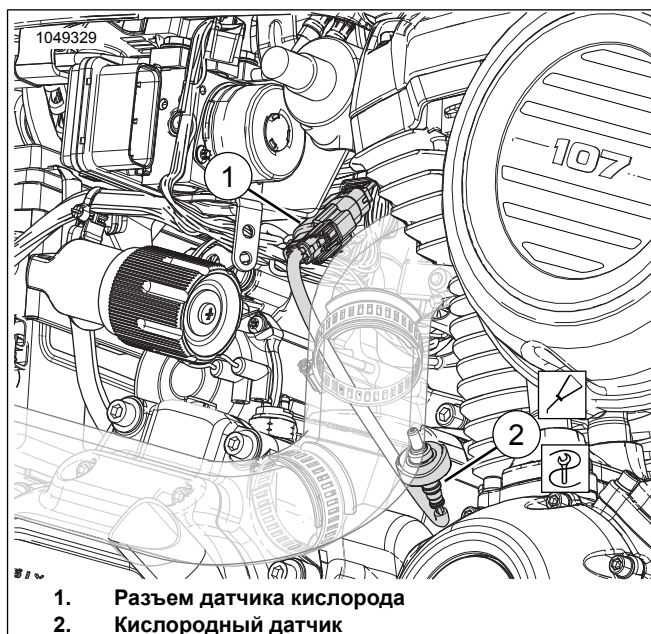

Рисунок 20. Задний кислородный датчик
См. Рисунок 20. Отсоедините разъем (1) заднего датчика кислорода от главного жгута проводов.